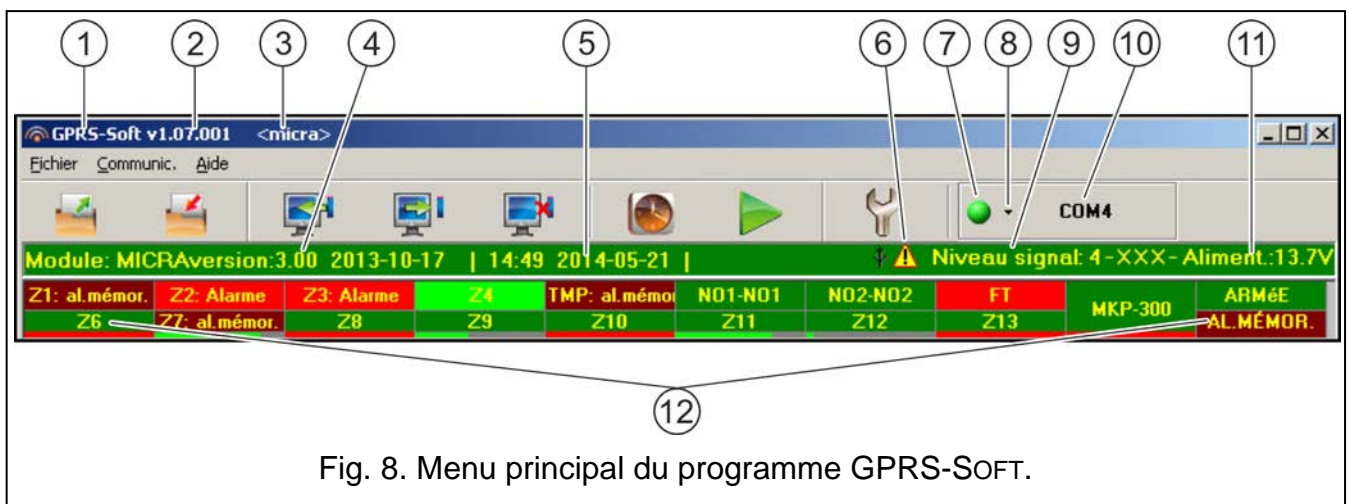

Fig. 8. Menu principal du programme GPRS-SOFT.
Relier le port série COM de l'ordinateur au port RS-232 (TTL) sur la carte électronique du module. Les câbles destinés à raccorder sont disponibles dans le kit fabriqué par la société SATEL sous le nom DB9FC/RJ-KPL. Indiquer le port COM pour la communication avec le module dans le programme GPRS-SOFT. A cette fin, cliquer avec le pointeur de la souris sur le bouton « Configuration » (voir : fig. 8 et légende de la figure). Dans la fenêtre qui s'affiche, sélectionner l'un des ports COM disponibles de l'ordinateur. Le programme établira la communication avec le module après l'activation du port COM sélectionnée.
2. Cliquer avec le pointeur de la souris « Configuration » (voir : fig. 8 et légende de la figure). Dans la fenêtre qui s'affiche, entrer le numéro du port TCP destiné à la communication avec le module. Ce numéro doit être inclus dans le message SMS qui sera envoyé au numéro de téléphone GSM du module pour initialiser la communication.
3. Cliquer avec le pointeur de la souris sur le bouton  (voir fig. 8). Dans le menu qui s'affiche, sélectionner « TCP/IP ». Le serveur sera activé.
Légende de la figure 8 :